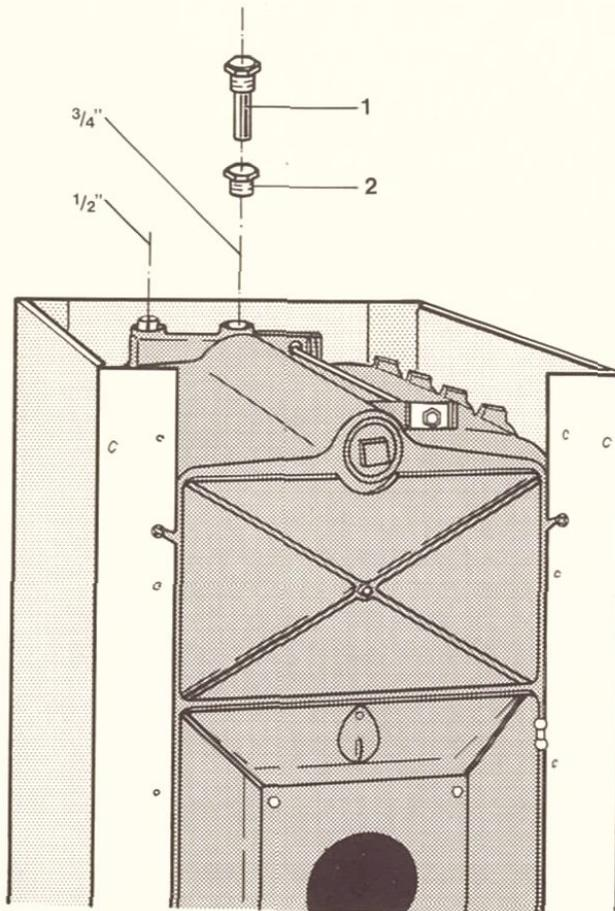

Abb. 1
Kapillarrohre (5, 6, 7) zu der Tauchhülse (1) Abb. 1 Seite 3 führen und Fühler einstecken.